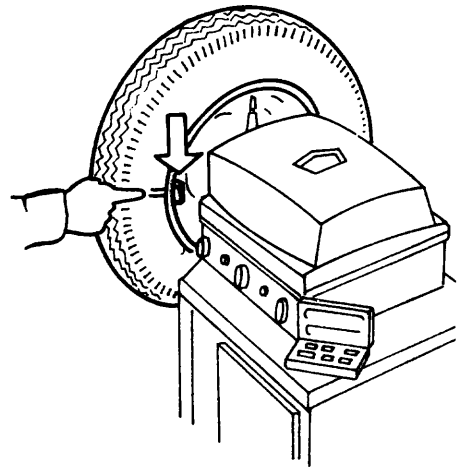

Fig. 7
- ___ c Seleccione, tentativamente, un peso magnético y colóquelo en la parte interior de la llanta donde indica la marca con tiza, luego gire la rueda en 90° y observe si mantiene esta posición (fig. 7).